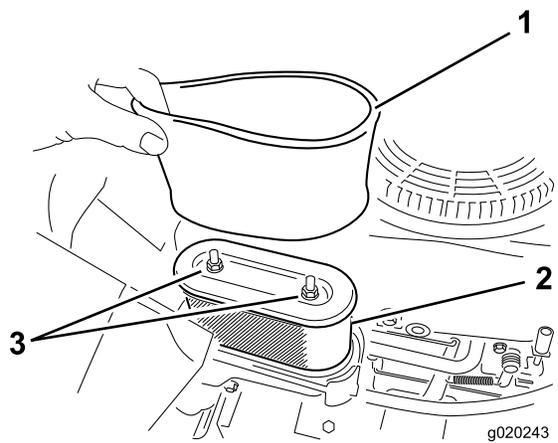

Bild 38
5. Nehmen Sie die Schaumstoff- und Papierfiltereinsätze vorsichtig aus dem Luftfiltergehäuse heraus (Bild 38).
Hinweis: Wechseln Sie den Papiereinsatz aus, wenn er sehr schmutzig ist (Bild 38).
1. Setzen Sie den Schaumstofffilter auf den Papierfilter (Bild 38).